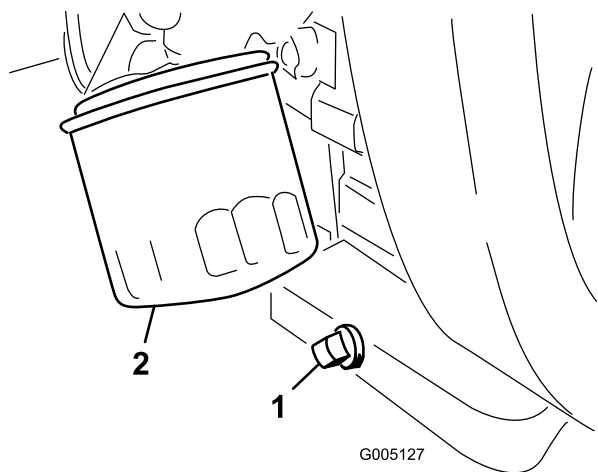

図 45
1. ドレン・プラグ(図 45)を外してオイルを容器に受ける。オイルが抜けたらドレン・プラグを取り付ける。
2. オイルフィルタ (図 45) を外す。新しいフィルタのガスケットに薄くエンジン・オイルを塗る。